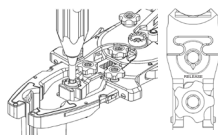
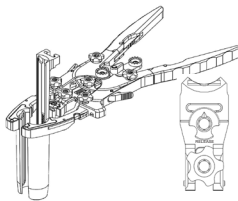

Figure 5
Figure 6
- La lame postérieure se charge également par le haut (Figure 6). Utilisez le **tournevis hexagonal** (ML-0505), pour faire pivoter le verrou jusqu'à ce qu'il soit en position ouverte,
avec la flèche pointant vers le texte « Release » (Libération) (Figure 5). Faites glisser la lame de l'écarteur dans sa fente, puis verrouillez la lame en place en tournant la flèche de verrouillage vers l'incision (ou à l'opposé de l'inscription « Release ») à l'aide du **tournevis hexagonal** (Figure 6).